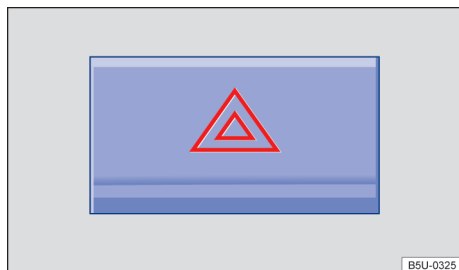

Fig. 25 En la parte superior de la consola central: interruptor de las luces de advertencia.
2. Encender las luces de advertencia con el conmutador ▲ → fig. 25.
Las luces de advertencia también pueden apagarse al presionar el conmutador **▲** en el panel de instrumentos → fig. 25.